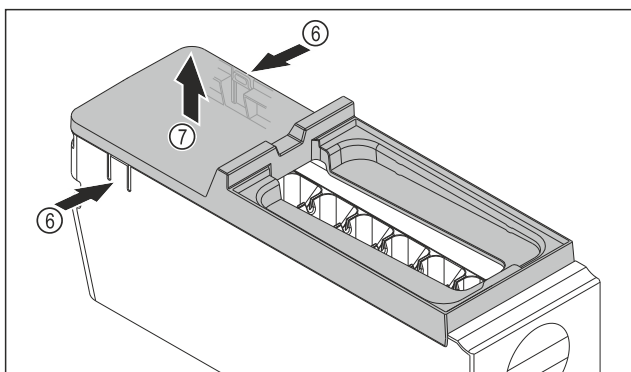

Fig. 77
- Abdeckung des EasyTwist-Ice-Korpus entnehmen: Laschen Fig. 77 (6) an den beiden Seiten des EasyTwist-Ice-Korpus mit einer Hand drücken.
- Abdeckung Fig. 77 (7) mit der anderen Hand nach oben entnehmen.